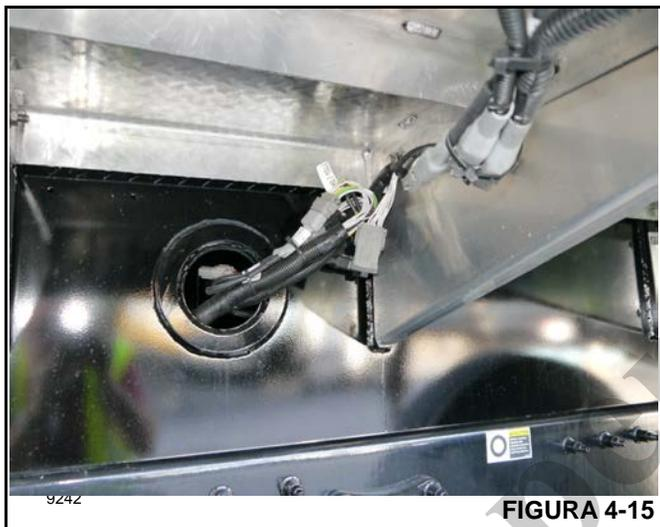

FIGURA 4-15
2. Um módulo de intertravamento do elevador está localizado dentro da caixa de torção ao lado dos controladores do estabilizador do lado do passageiro (consulte a Figura 4-15).